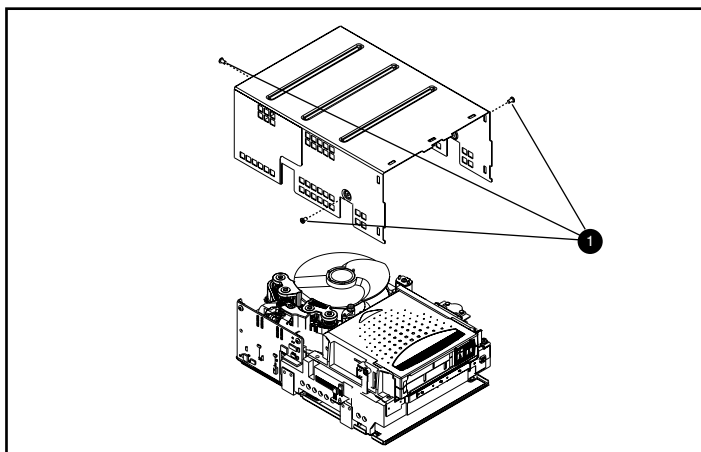

Abbildung D-2. Abnehmen der Abdeckung
Die Abdeckung des SDLT 110/220 Laufwerks ist mit drei Schrauben am Laufwerk befestigt. Zwei der Schrauben befinden sich auf beiden Seiten des Laufwerks, die dritte Schraube befindet sich an der Rückseite des Laufwerks. Um die Abdeckung abzunehmen, müssen Sie zunächst die drei Schrauben ❶ mit einem Torx T8-Schraubendreher lösen und die Abdeckung anschließend noch oben abheben (siehe Abbildung D-2).